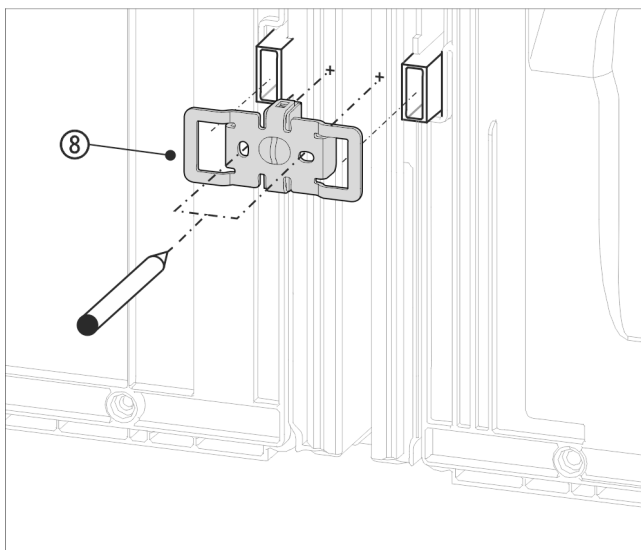

Fig. 17 Reprezentare exemplificativă
- ▶ Împingeți vinclul Fig. 17 (8) cu degajările peste locașul pentru distanțierul de perete.